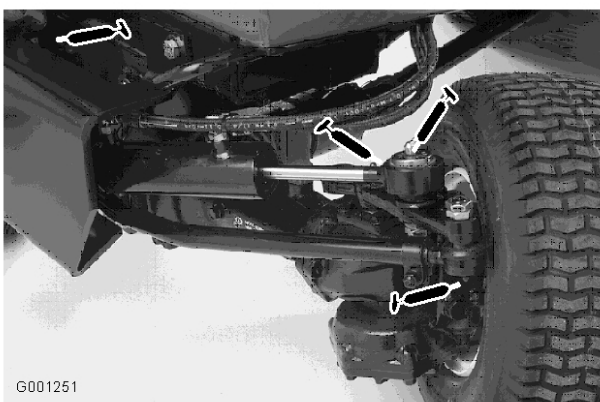

Figure 44
- Embouts de biellettes (2) (Figure 44)
- Extrémités de tige de vérin (2) (Figure 44)
- Pivots de direction (2) (Figure 44)
- Axe de pivot d'essieu (Figure 44)